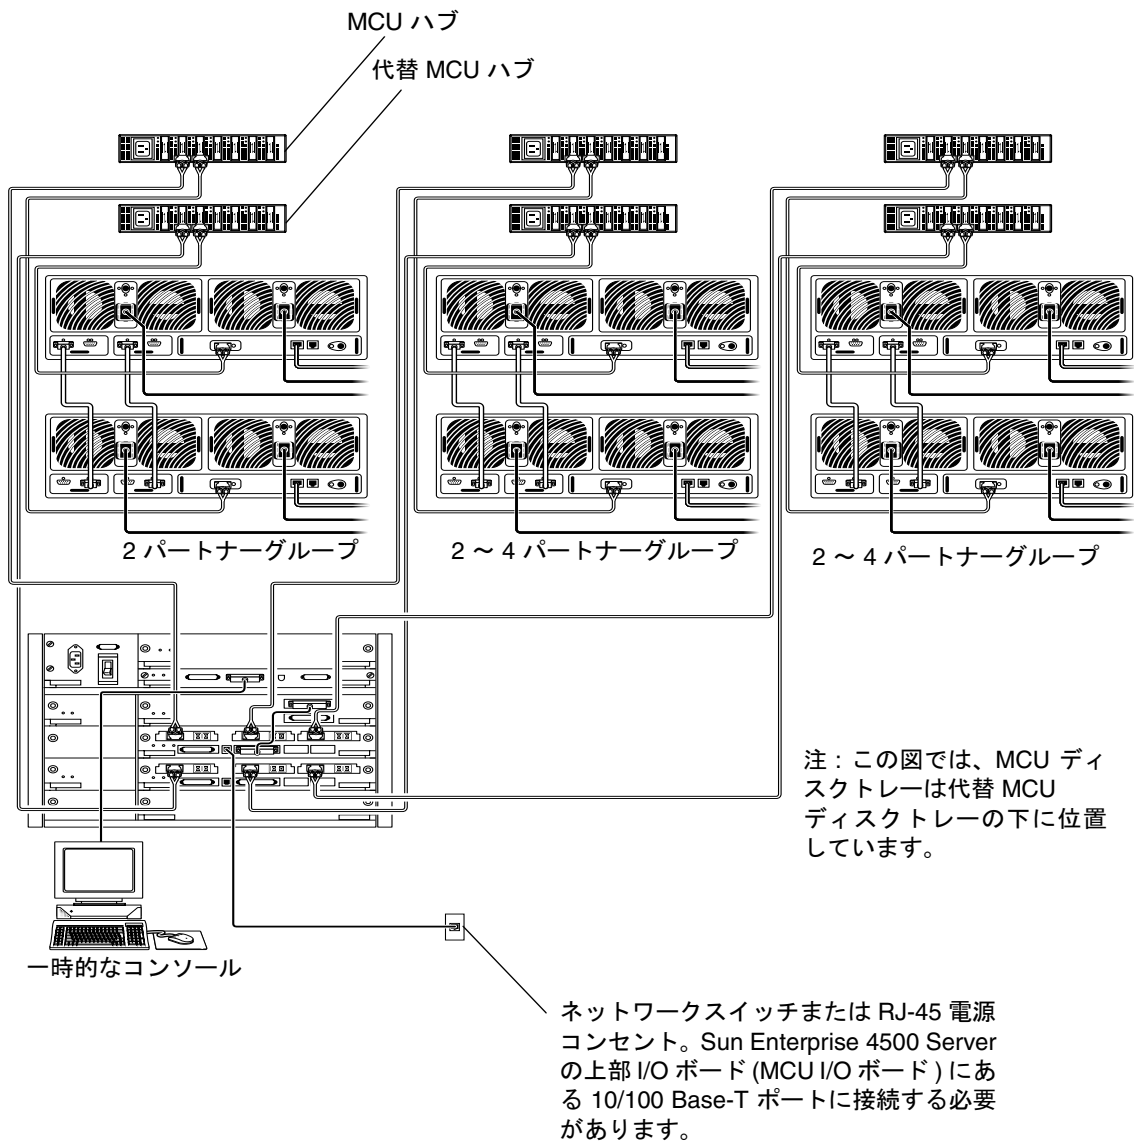
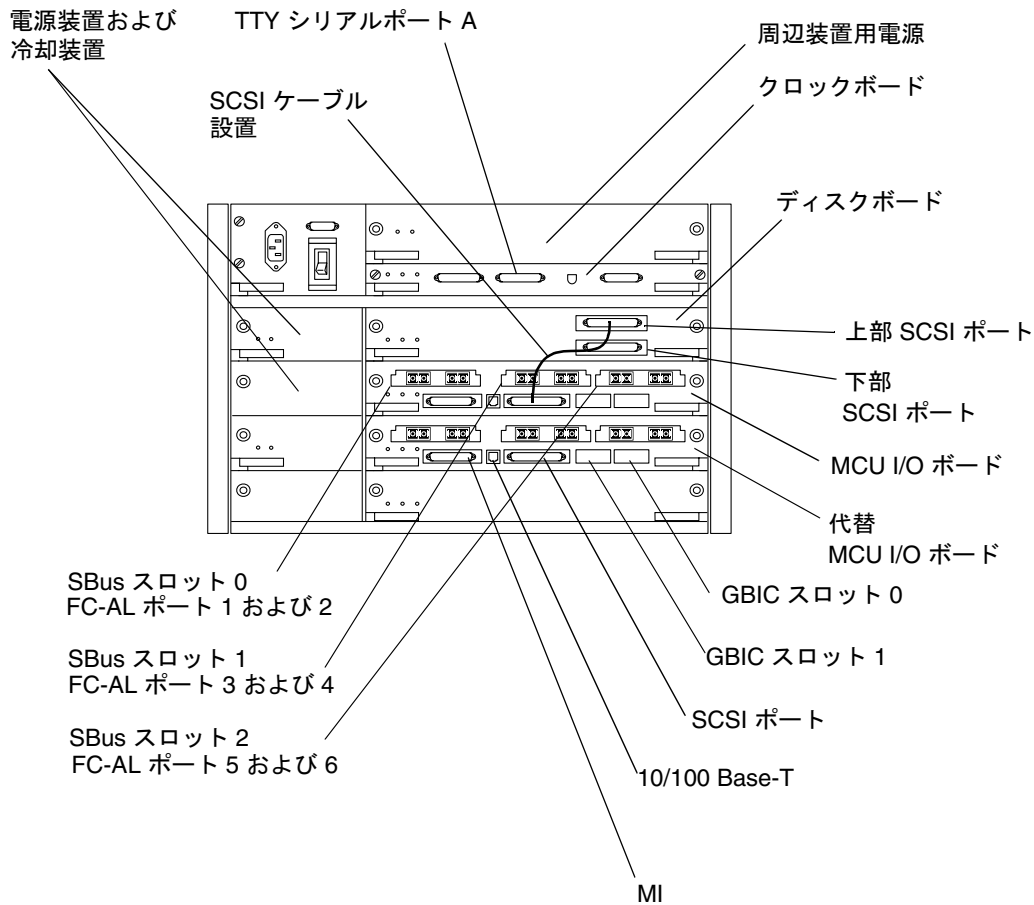

図 8 設定を目的とした Sun Enterprise 4500 Server とディスクトレイのパートナーグループとの接続
図 9 Sun Enterprise 4500 Server の背面の詳細と接続
3. 図 8 のように、光ファイバケーブルのもう一方の端を MCU ハブの FC-AL (Fibre Channel Arbitrated Loop) ポートに接続します。
6. 図 8、図 9、図 10 で示すように、MCU ハブ出力からの光ファイバケーブルを Sun Enterprise 4500 Server の MCU I/O ボードにある FC-AL ポート 1 に接続します。
7. 代替 MCU ハブ出力からの光ファイバケーブルを Sun Enterprise 4500 Server の代替 MCU I/O ボードの FC-AL ポート 1 に接続します (図 8、図 9、図 10 を参照)。
8. 他にハブがある場合、残りのディスクトレイパートナーグループとハブについても、Sun StorEdge 4500 Server の MCU I/O ボードと代替 MCU I/O ボードの FC-AL ポート 3 および 5 を使用して、手順 2 ~ 7 を繰り返します (図 8 および図 9 を参照)。
9. 図 9 で示すように、ディスクボードの上部 SCSI ポートからの SCSI ケーブルを MCU I/O ボードの SCSI ポートに接続します。
11. シリアルケーブルを使用して、Sun Enterprise 4500 Server の TTY シリアルポート A (図 8 および図 9 を参照) とネットワークの初期構成中にコンソールとして動作するホストを一時的に接続します。
12. Sun Enterprise 4500 Server の MCU I/O ボード上にある 10/100 Base-T ポート (図 8 および図 9 を参照) から、ネットワークより対線 Ethernet (TPE) ケーブルを、ネットワークスイッチまたは TPE (RJ-45) 電源コンセントに接続します。
注 - 図 9 では余白の制限によって、代替 MCU I/O ボードの 10/100 Base-T ポートが指定されています。必ず MCU I/O ボードの 10/100 Base-T ポートを使用してください。
16. すべてのケーブルが図 8 および図 10 のように接続されていることを確認します。